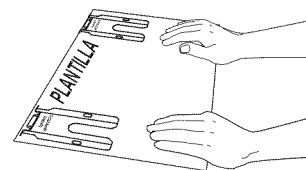
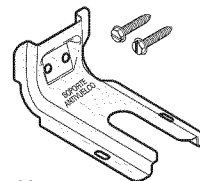
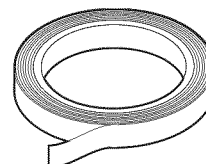

Fig. 9
Fig. 10
Fig. 11
- Plantilla del soporte antivuelco (Fig. 9), 2 tornillos de montaje (el soporte y los tornillos son suministrados con la estufa - Fig. 10) y cinta adhesiva (Fig. 11).